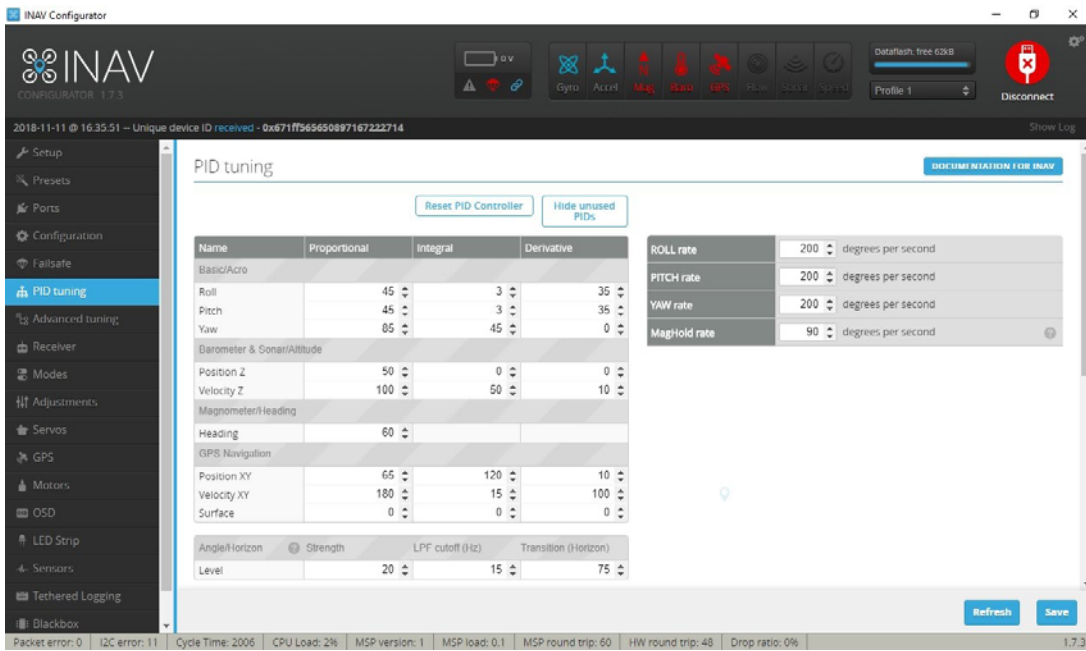

Рис. 8. Установка параметров PID регулятора
5. Выполняется вход во вкладку PID tuning и устанавливаются PID-ы в соответствии с рис. 8. А во вкладке Advanced tuning и устанавливаются параметры в соответствии источником [8].